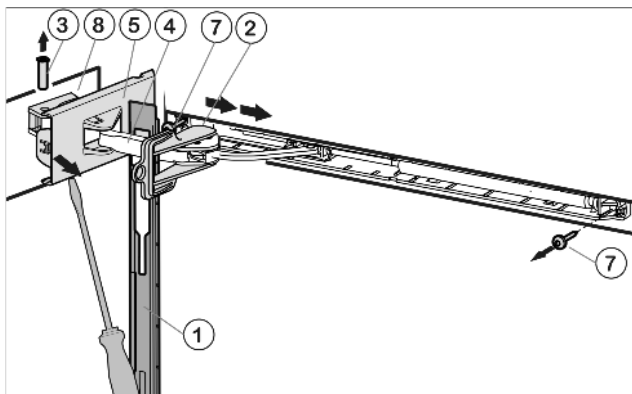

Fig. 5
- ▶ Schuif de afdekplaat naar voren, over de demperbeugel *Fig. 5 (4)* in de richting van het apparaat.
- ▶ Meegeleverde beveiliging *Fig. 5 (2)* in het langsgat vastklikken.
- ▶ De afdekking *Fig. 5 (5)* aan de scharnierzijde met een schroevendraaier losmaken tot het eerste punt waar deze vastgeklit zit.
- ▶ Bout *Fig. 5 (3)* van onderaf uitdrukken.
- ▶ Demperbeugel *Fig. 5 (4)* in de richting van de deur drukken.
- ▶ De afdekking *Fig. 5 (5)* aan de scharnierzijde volledig losmaken en afnemen.
- ▶ Afdekplaat *Fig. 5 (1)* afnemen.
- ▶ Sluitdemper-eenheid losschroeven (2 maal Torx® 15) *Fig. 5 (7)*.
- ▶ Lagerdeel *Fig. 5 (8)* afschroeven en 180° gedraaid op de tegenoverliggende zijde omzetten. Steek de schroefgaten indien nodig voor of gebruik de accuschroevendraaier.